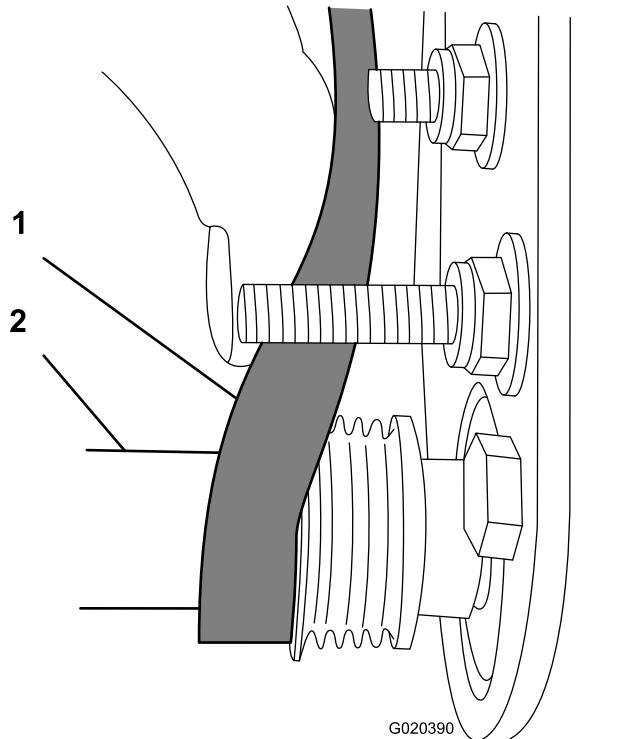

图25
- 使用 $9/16$ 英寸 深套管旋转滚筒刷组件并把皮带引入从动皮带轮 **图25**。